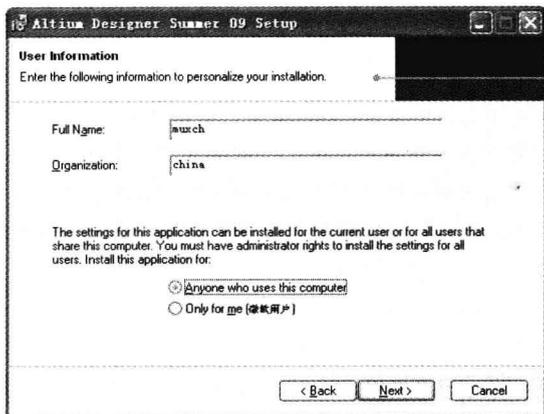

图 1-3 用户信息登记对话框
(3) 用户可根据自身的情况，在弹出的用户信息登记对话框的 Full Name 文本框中输入用户名，在 Organization 文本框中输入单位名称，如图 1-3 所示。此外，在该对话框中用户还可以设定该软件的使用权限：Anyone who uses this computer 和 Only for me。